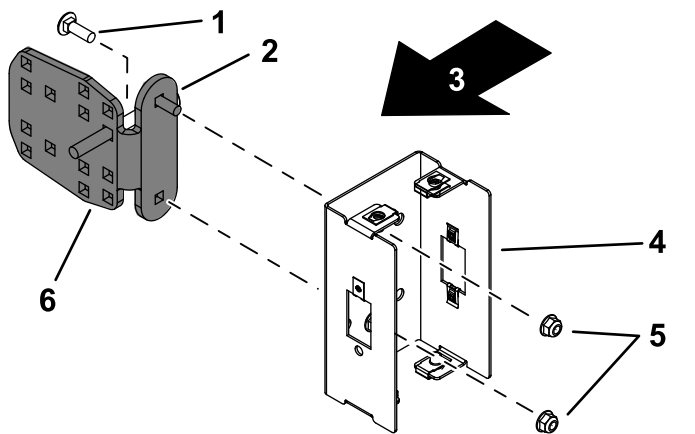

Figure 2
4. Installez le support de montage sur le support de feu comme montré à la Figure 2.
Remarque: Veillez à orienter la patte du support de montage vers l'arrière (Figure 2).